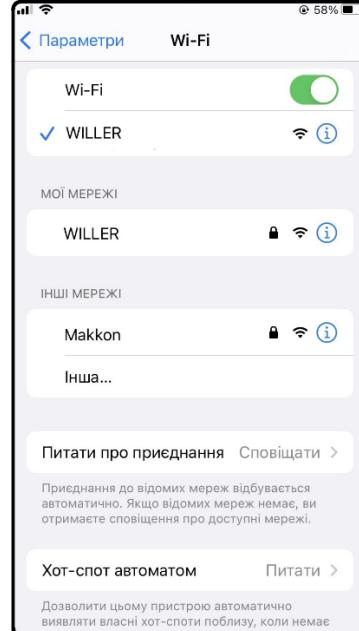

Рисунок 18
3. Увімкнути функції WiFi та Bluetooth на смартфоні, після чого підключітесь до своєї домашньої точки доступу WiFi. Точка доступу WiFi повинна мати можливість нормально підключатися до Інтернету (рис.18).